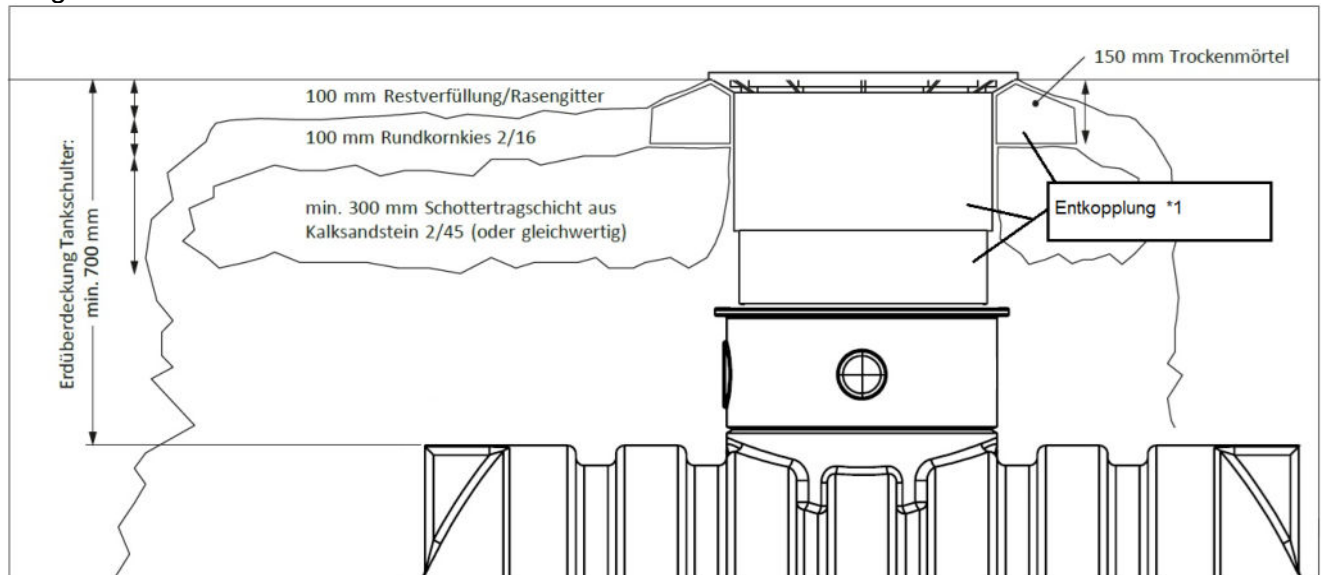

Abbildung 5: Bauseitige Herstellung eines befahrbaren Überbaus mit Teleskopdom
Der Erdtank ist für Verkehrsflächen der Klasse A nach EN 124 vorgesehen (Radfahrer, Fußgänger) und unter Einhaltung spezieller Einbaumaßnahmen PKW-befahrbar: **PKW-befahrbarer Teleskopdom (95.0050.0072)**, belastbar mit 15kN / 1500kg (niedrige Geschwindigkeit überfahrbar, Mindesterdüberdeckung der Tankschulter (Hü) = 700 mm ==> siehe Abbildung 5).
- Ergänzend zur Schottertragschicht wird **unterhalb des Rahmens des Teleskopdoms** eine ca. 150 mm hohe Unterfütterung aus Trockenmörtel (Fertigmischung aus dem Baumarkt) aufgebracht. Diese Schicht muss umlaufend min. 200 mm breit sein und ist direkt am Teleskopdom auszuführen. **Entkopplung \*1 Abbildung 5**